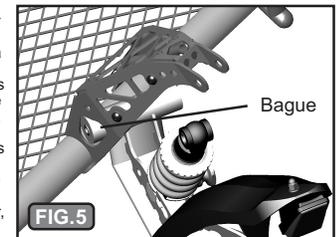

FIG.5
**B)** Installez ensuite le pivot du bras oscillant dans l'ouverture de la tour des amortisseurs. Le pivot est plus large que l'ouverture de la tour des amortisseurs et il devra être tourné de telle façon que la bague / côté gauche passe par l'ouverture en premier et sorte par la fenêtre du côté gauche tel que cela est illustré par la Fig. 5.